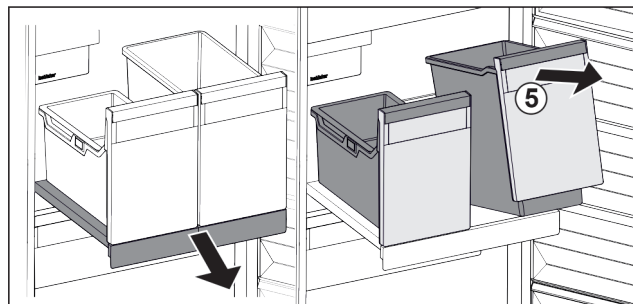

Fig. 23
- ▶ Unieść pojemnik Fig. 23 (5) z przodu.